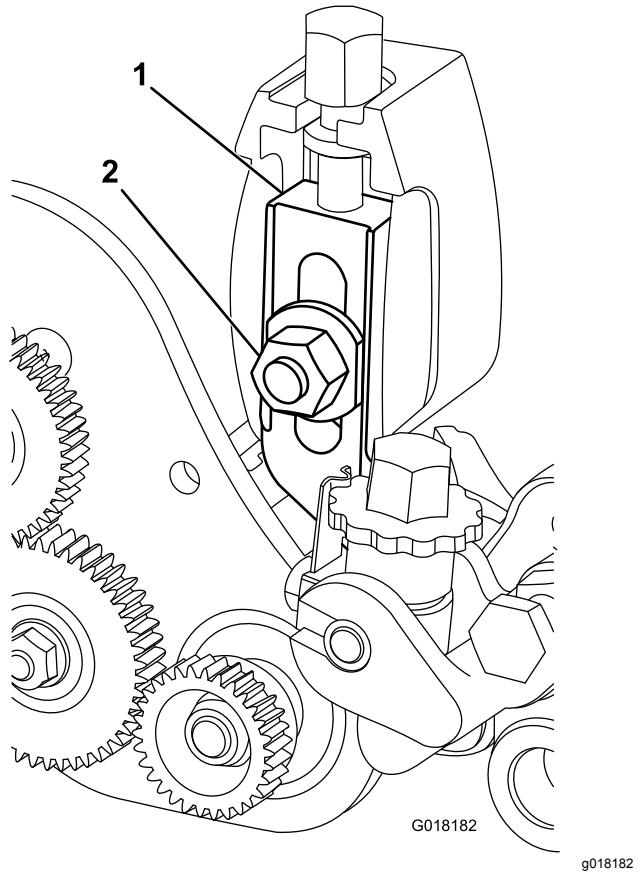

Bild 29
4. Entfernen Sie die Senkschraube, Mutter und Scheibe, mit denen der Schnitthöhenarm an der Seitenplatte befestigt ist (Bild 29).